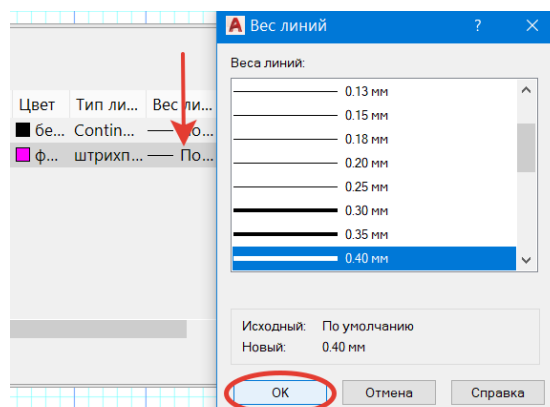

Рис. 30. Задание веса линии
5) задать вес (толщину) линии слоя (рис. 30).